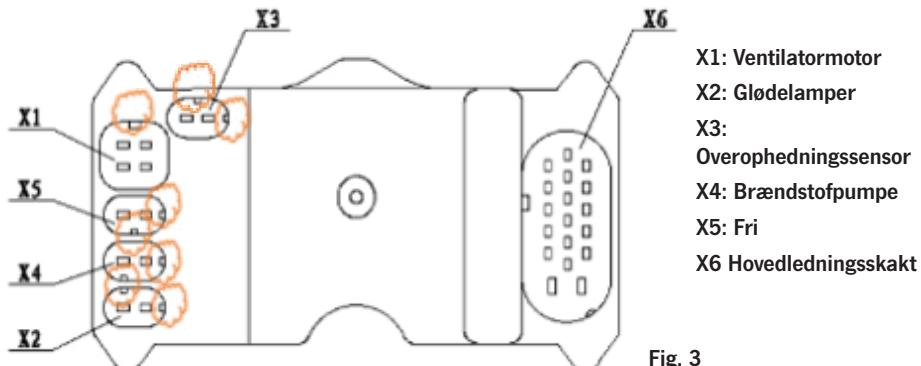

Fig. 3
Overophedningssensoren [Side 13 Fig.3 (X3)] er monteret på den bageste ydervæg af varmeveksleren [Side 12 Fig. 2 (16)]. Hvis temperaturen i aluminiumet bliver højere end en defineret øvre grænse, afbryder styringen brændstofpumpekredsløbet, og brændstoftilførslen stoppes straks. Derefter slukkes for varmelegetemplet af hensyn til overophedningsbeskyttelsen.